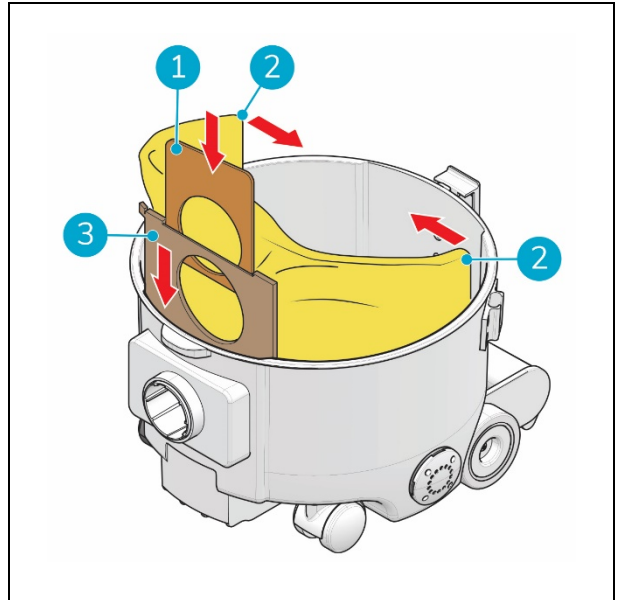

Figura 13
10. Introduza a moldura de cartão do novo saco de filtro (figura 13, posição 3) nas ranhuras, para inserir completamente o saco de pó.
11. Empurre a etiqueta de cartão (figura 13, posição 1) para baixo, para abrir o saco.
12. Desdobre o saco de pó (figura 13, posição 2).